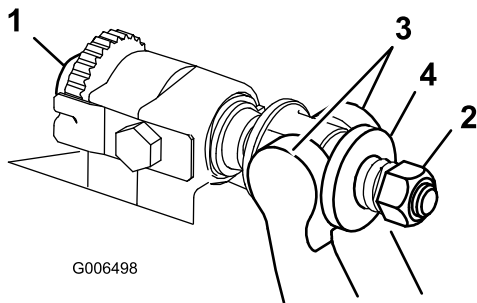

図 26
1. ベッドバー調整ねじを左に回してベッドナイフとリールの接触をなくす 図 26。
2. スプリングテンション・ナットをゆるめて、ワッシャがベッドバーを全く押さないようにする 図 26。